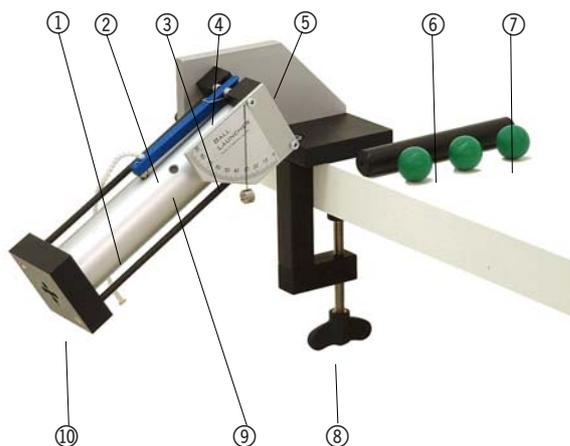

Fig. 1: Komponenten
- Der Halter U10361 wird mit der Tischklemme an eine stabile Arbeitsplatte geschraubt. Dann wird das Wurfgerät wie in Fig. 1 gezeigt an dem Halter befestigt, wobei der Abwurfinkel unter Zuhilfenahme der Skala ③ eingestellt werden kann.